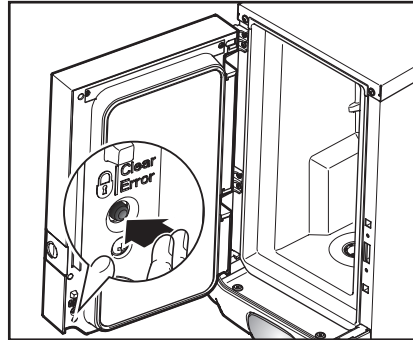

Fig. 22
2. Tryk på kontakten LÅS/Clear Error for at spærre drikkeaftapningen (fig. 22).